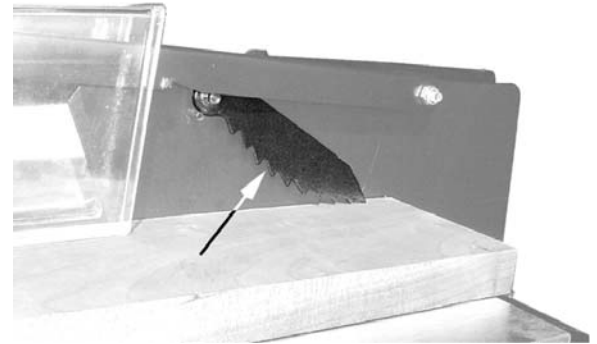

Рис. 28
- Поскольку на станке используется функция противоударных фиксаторов, она должна периодически проверяться (рис. 28). Если фиксаторы не останавливают обратное движение заготовки, повторно сделайте точную установку деталей.